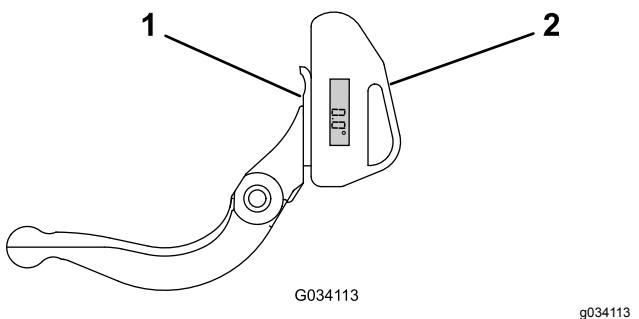

Figura 12
1. Posizionate il goniometro sul lato inferiore della controlama, come illustrato nella Figura 12.